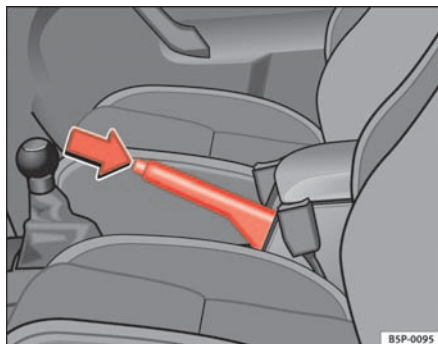

Abb. 138 Handbremse zwischen den Vordersitzen
⇒ Abb. 138.
- Ziehen Sie den Hebel etwas nach oben, drücken Sie den Entriegelungsknopf in Pfeilrichtung ⇒ Abb. 138 und führen Sie den Handbremshebel ganz nach unten ⇒ .